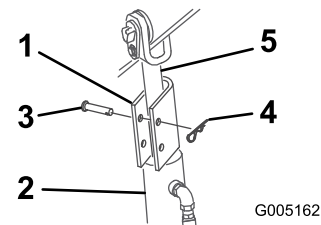

Figura 20
4. Posizionate un blocco del cilindro sull'asta di ogni cilindro di sollevamento (Figura 20).